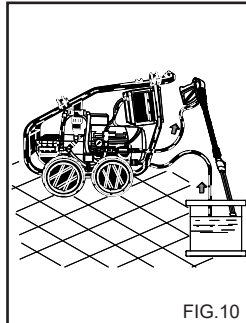

FIG.10
**OPERACIONES PARA EL USO DE ANTICONGELANTE (fig. 10)**